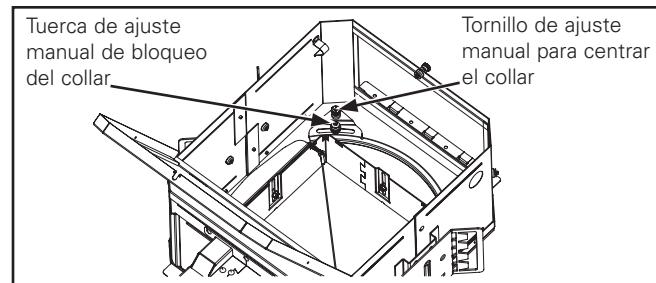
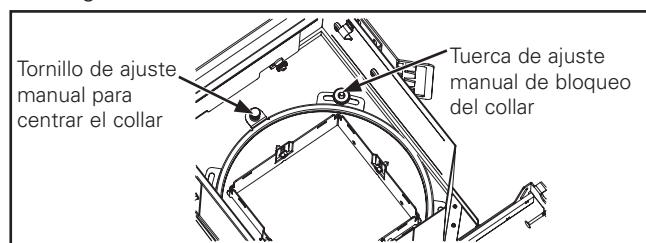

Figura 1.
Figura 2.
- Si se requiere ajustar la alineación giratoria del collar, afloje la tuerca y el tornillo de ajuste manual para centrar el collar y la tuerca de ajuste manual de bloqueo del collar (Figura 1.). Para utilizar los alojamientos P406TAT/P408ICAT con la luminaria RA4X4, el tornillo de ajuste manual para centrar el collar y la tuerca de ajuste manual de bloqueo del collar tienen una ubicación diferente (Figura 2.). Gire el collar a la posición deseada y luego ajuste la tuerca de ajuste manual de bloqueo del collar. No ajuste la tuerca de ajuste manual para centrar el collar cuando ya se haya modificado la posición de ajuste de fábrica del disco de rotación.